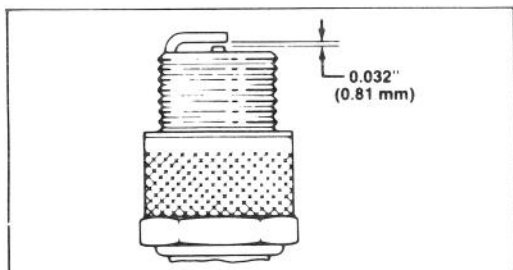

Figure 12
3. Réglez l'écartement des électrodes à 0.032" (0.81 mm) (Fig. 12). Installez la bougie réglée avec son joint. Serrez-la à 10 ft-lb. (13.6 N·m).